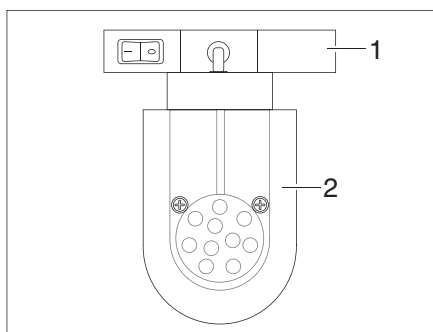

Fig. 140 Faretto a LED (esempio)
- Afferrare il supporto (Fig. 140,1) e girarlo di 90°.
- Togliere il faretto a LED (Fig. 140,2) dal sistema di guide.
- Riapplicare il faretto a LED (Fig. 140,2) nel sistema di guide nella posizione desiderata e girarlo di 90°.